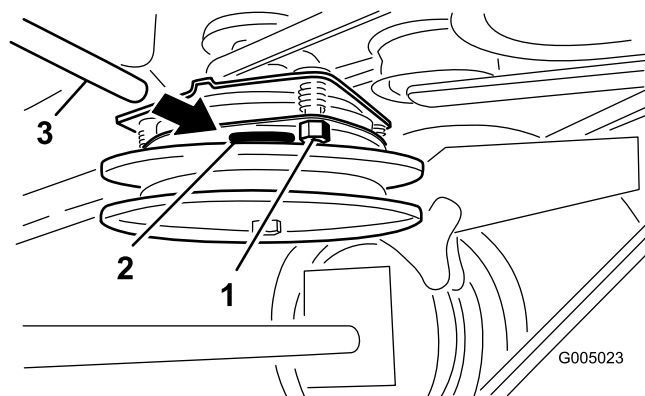

Figure 35
2. Serrez les contre-écrous jusqu'à ce que la jauge d'épaisseur fléchisse légèrement mais puisse bouger facilement dans l'entrefer (Figure 35).